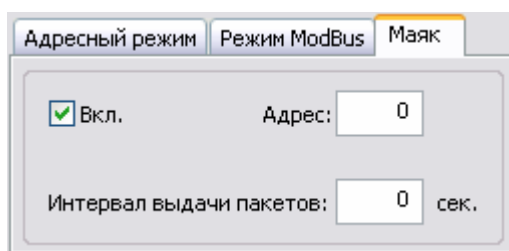

Рис.6.3. Закладка «Маяк»
4) **Маяк** (рис.6.3). В данном режиме радиомодем работает как маяк, т.е. через заданные интервалы времени «*Интервал выдачи пакетов:*» выдаёт в эфир пакеты, состоящие из: адреса «*Адрес:*» (используется для идентификации радиомодема), состояние дискретных входов, счетных входов, дискретных выходов, значения температурного датчика.